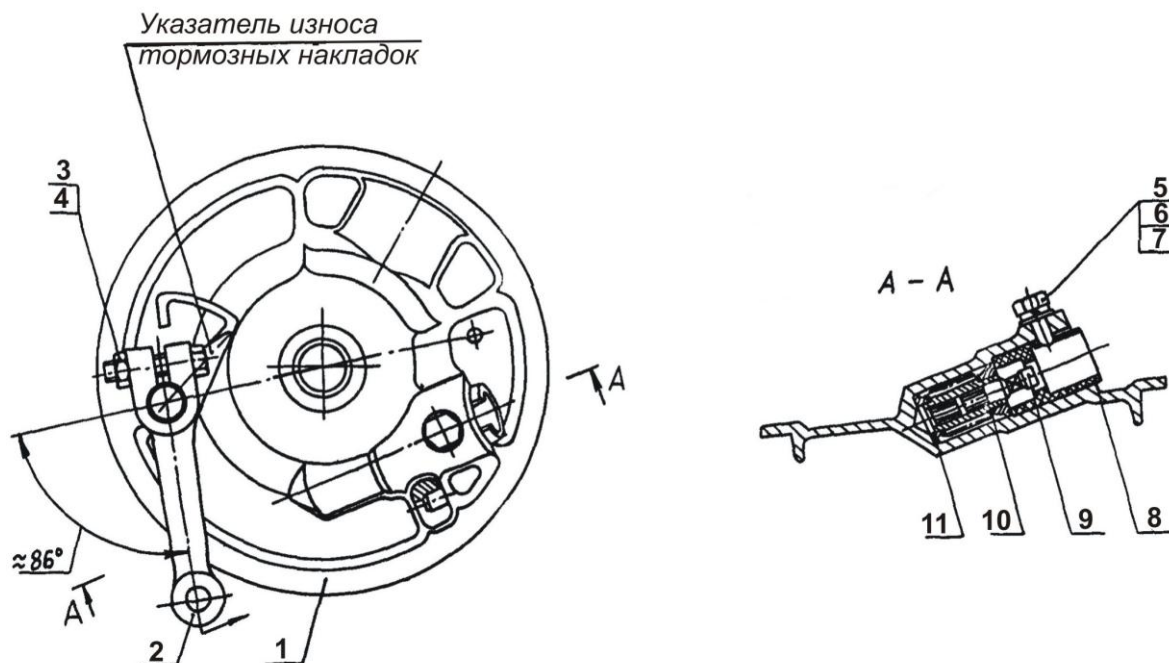

Рис. 12. Основания тормозных колодок
- гибкий вал привода спидометра отсоедините от основания тормозных колодок, ослабив болт 5 (рис. 12);
- подсоедините трос переднего тормоза и отрегулируйте тормоз, и установите на место гибкий вал привода спидометра и затяните болт 7 (рис.12).
Для определения степени износа тормозных накладок пользуйтесь указателями износа (рис.12), установленными на кулачках тормозных колодок в виде стрелки и рабочей зоны тормозных накладок на поверхности основания тормозных колодок 1.